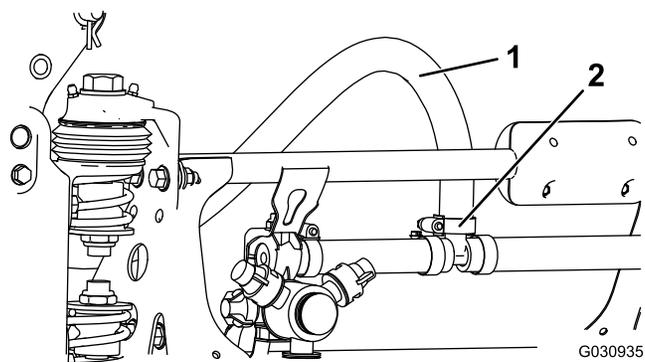

图2
5. 松开连接至左右喷洒臂上的 2 个软管的软管夹，并拆下软管（图2）。